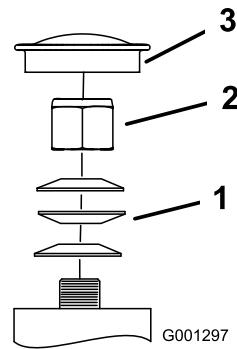

Bild 42
3. Entfernen Sie den Staubdeckel vom Laufrad und ziehen Sie die Sicherungsmutter an (Bild 42).
4. Ziehen Sie die Sicherungsmutter so weit fest, dass die Federscheiben flach liegen und schrauben dann um 1/4 Umdrehung zurück, um die Lager richtig vorzuspannen (Bild 42).
Wichtig: Achten Sie darauf, dass die Federscheiben korrekt wie in Bild 42 dargestellt eingesetzt sind.
5. Setzen Sie den Staubdeckel ein (Bild 42).